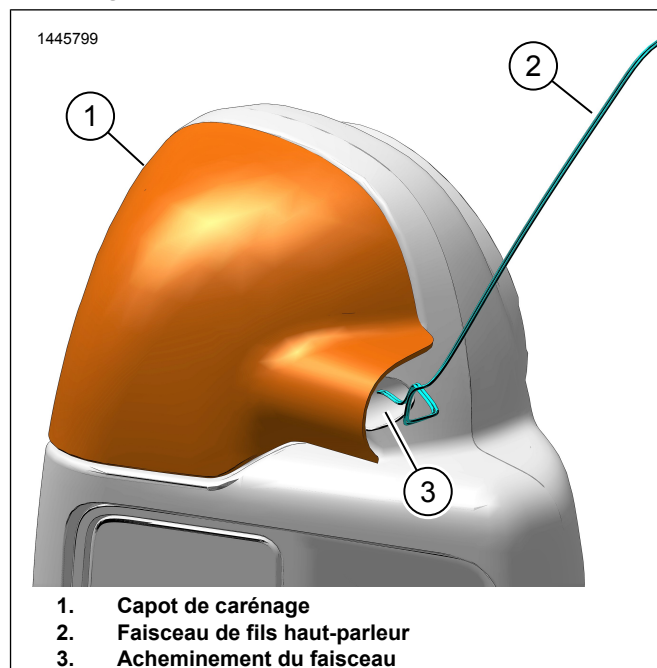

Figure 13. Acheminement du faisceau de fils
3. Voir la figure 13. Montez le capot de carénage inférieur (2).